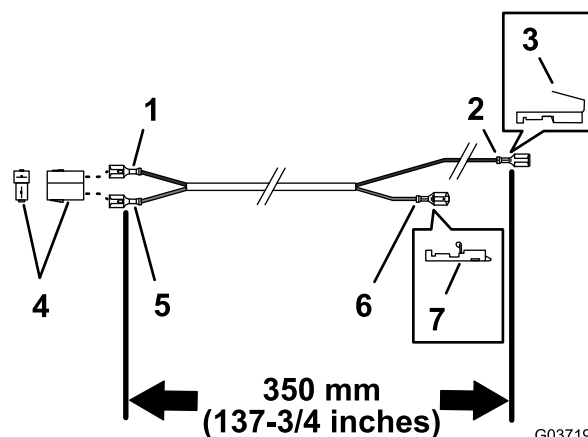

**Figura 24**
- Nella parte posteriore del sedile, individuate il connettore a 2 pin per l'interruttore del sedile (fili giallo e grigio) e collegatelo al connettore a 2 prese del cablaggio del relè (fili bianco e nero), come illustrato nella Figura 24.
3. Collegate il connettore a 2 lame della sospensione ad aria del sedile nel connettore a 2 prese (fili nero e rosso) per il cablaggio preassemblato del kit da 350 cm; fate riferimento a Figura 24 in Collegamento del relè e del cablaggio \(Modello 02750\) \(pagina 9\).